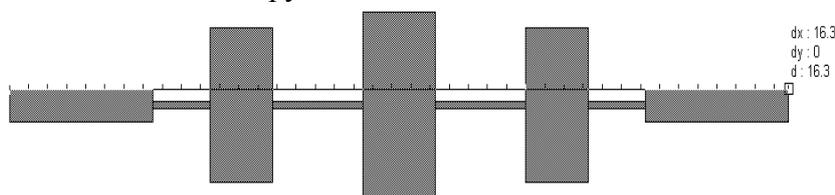

Рис. 3.195
13. Сделайте активным окно схемы **Fn** и щёлкните по значку **New Schematic Layout View** на панели инструментов. Топология схемы показана на рис. 3.195. Щёлкнув по значку